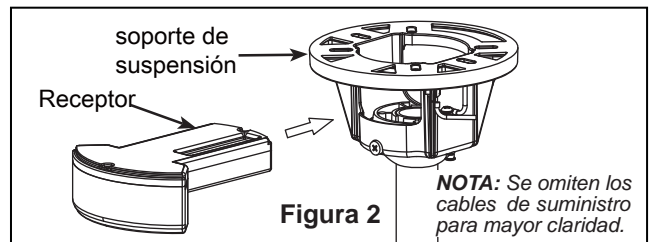

Figura 2
1. Deslice el receptor en el soporte del colgador se muestra en la Figura 2.
2. Coloque y ajuste firmemente la cubierta para el tornillo de la base sobre los tornillos de reborde de la abrazadera para colgar mediante el mecanismo de seguro por giro del chavetero. (Figura 2)
2. Fije los soportes de aspas al volante mediante los tornillos de 1/4"-20 el puesto en la necesidad de soporte de la asa para alinear el agujero entre el 1/4"-20 a través de los orificios ubicados al costado del volante. (Figura 2)